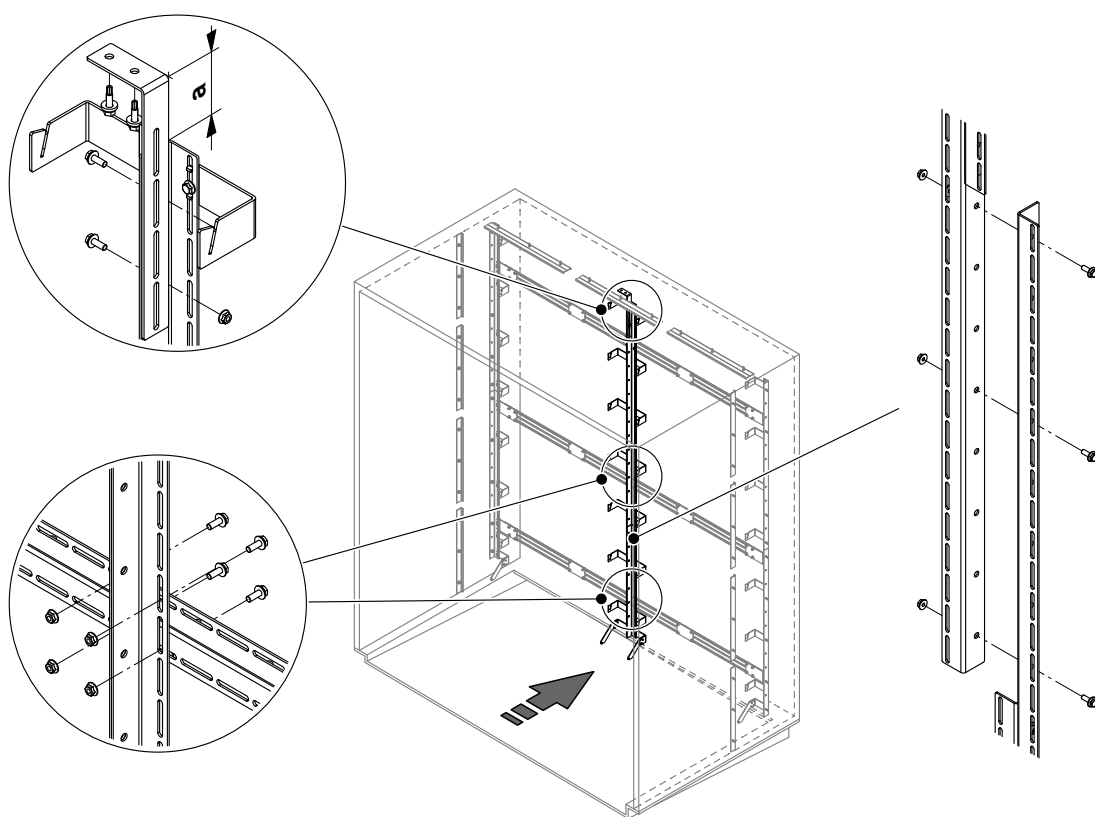

Fig. 8: Montaggio del supporto verticale
- Fissare la staffa angolare del(i) supporto(i) verticale(i) al soffitto del canale con due viti autoperforanti di 6,3 x 25 mm (vedi il dettaglio in alto a sinistra nella fig. 8).